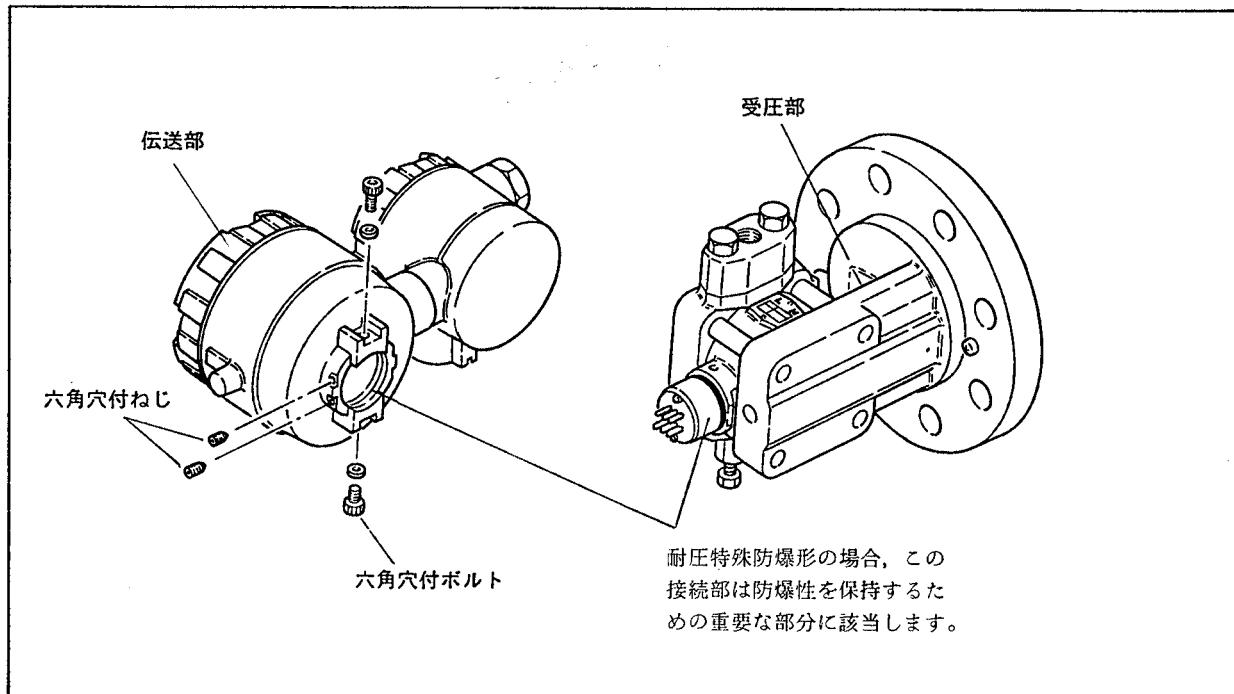

図6.5 伝送部と受圧部の分離
1. 伝送部と受圧部の接続部は、耐圧防爆性保持の重要な部分に該当しますので、傷などの欠陥がないことを確認してください(図6.5参照)。
2. 保守終了後は伝送部を固定するための六角穴付ボルトおよびねじを確実に締め付けてください(図6.5参照)。
- b. 伝送部と受圧部を固定している2本の六角穴付ボルトをはずします。同時に2本の六角穴付ねじを1回転ほどゆるめます。(図6.5参照)。
- (6) 伝送器をタンクに取付けます。その際、ガスケットは新しいものと交換してください。
- (7) 必要ならば6.4項に従ってリニアリティ、ゼロおよびスパン調整を行ないます。